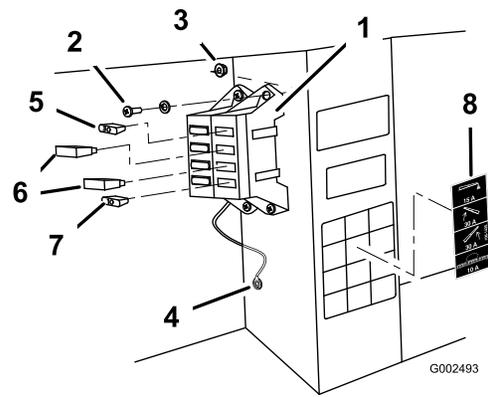

Figura 8
5. Conecte el cable negro de tierra al perno de 1/4 pulgada situado en el bastidor del vehículo, usando la arandela de estrella (Figura 8).
7. Instale el bloque de fusibles y el mazo al bastidor junto al bloque de fusibles existente, usando los dos tornillos (#10-24 x 3/4 pulgada) y las dos contratruercas (N° 10-24) según se muestra en Figura 8.
- A. Instale el fusible de 15 amperios en la ranura del marcador de espuma (Figura 8).
- B. Instale los dos disyuntores térmicos de 30 amperios en las ranuras de los fusibles de elevación de los brazos izquierdo y derecho (Figura 8).
- C. Instale el fusible de 10 amperios en la ranura del sistema de pulverización (Figura 8).